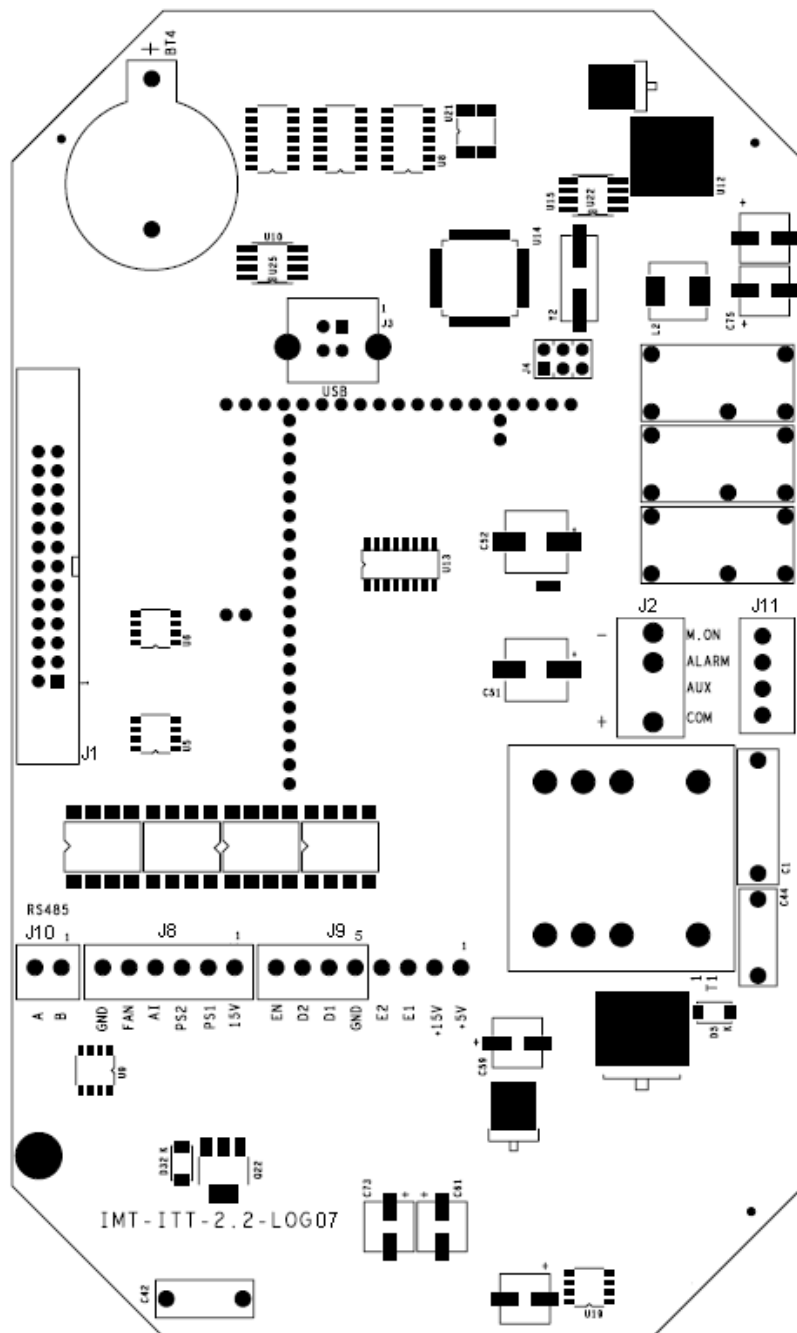
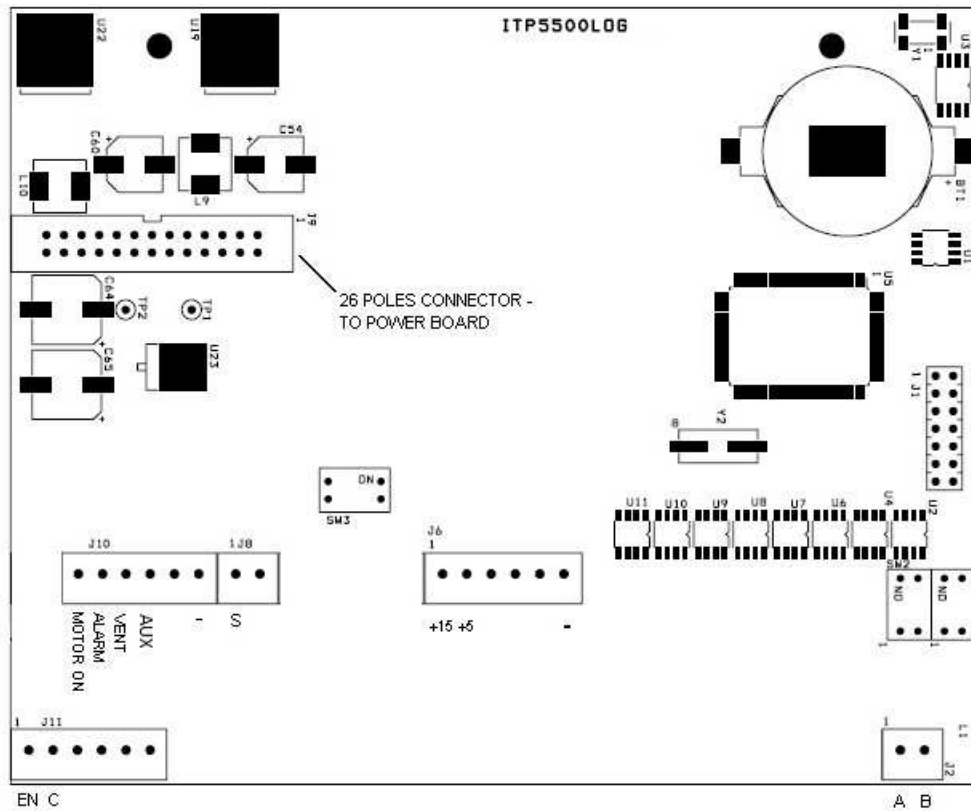

Figure 5 – Schéma plaque logique IMTP-ITTP 2.2
Figure 8: schéma plaque logique ITTP 4../7.5
- Si nécessaire, pour des raisons pratiques, débrancher les connecteurs sur les plaques logiques J1 (26 pôles) et J2 (3 pôles) pour IMTP2.2-ITTP2.2 (Figure 5) ou le connecteur J5 (26 pôles) pour ITTP4../7.5 (Figure 8);
- Optional 1 – Habilitation (enable) : brancher le contact normalement fermé (NC) du flotteur ou de la sonde de niveau entre les bornes EN (habilitation, pôle 8 de J9) et GND (commun, pôle 5 de J9) de la plaque logique de IMTP2.2-ITTP2.2 (figure 5) ou entre les bornes EN (pôle 1 de J11) et C (pôle 2 de J11) de la plaque logique de ITTP4../7.5 (figure 8), à la place du pont pré-monté;
- Optional 2 : Fonctionnement MASTER-SLAVE avec sériel RS485 : pour le fonctionnement en groupe avec plusieurs électropompes contrôlées par variateur brancher les deux fil de la sériel sur les bornes A et B du bornier J10 de la plaque logique IMTP2.2-ITTP2.2 (fig.5) ou bornier J2 de la plaque logique des ITTP4/7.5 (fig.8)
- Optional 3 : contact auxiliaire pour la deuxième pompe ON/OFF : pour IMTP-ITTP2.2 est présent un contact auxiliaire (3,4 de J11, AUX-COM, fig.5) qui se ferme, avec un délais de 3 secondes, lorsque la pression est inférieure au valeur de la pression de référence et au même moment la vitesse arrive à la vitesse maximum, ensuite ce contact rouvre lors que la pression devient supérieure du valeur de référence et le variateur mesure la condition du débit minimum d'arrêt ; ce relais a un contact 2 Ampere, 250Vac, et on peut l'utiliser pour commander un relais ou télérupteur d'actionnement d'une éventuelle pompe auxiliaire ON/OFF ;
Attention : la bobine du relais ou du télerupteur à laquelle est branché en série le susmentionnée contact doit être alimenté à une tension qui ne doit pas être supérieur à 250Vac ; ce contact est actif lorsque le type de fonctionnement est en modalité variateur individuel (pression). Pour ITTP4.0/./7.5 est présent une sortie 12Vdc-100mA max sur les pôles marqués avec AUX et “-” de J10 (fig.8) à laquelle il est possible brancher la bobine à 12Vdc d’un relais pour commander une deuxième pompe auxiliaire ON/OFF, avec la même logique d’insertion et déconnexion décrite ci-dessus pour les modèles 2.2kW ;
- Optional 5 : pour IMTP-ITTP2.2 est présent un contact de sortie du relais (1, 4 di J11, MOT.ON-COM, fig.5) 2Ampere – 250Vac max. qui se ferme lorsque le moteur tourne. Pour ITTP4.0-5.5-7.5 entre les contacts MOTOR ON et “-” di J10 (fig.8) est présent un signal 12Vdc 100mA max. actif lorsque le moteur tourne ;
- Optional 6 : pour IMTP-ITTP2.2 est présent un contact de sortie du relais (2, 4 di J11 fig.5, ALARM-COM) 2 Ampere – 250Vac max. qui se ferme en présence d’une condition d’alarme ; pour ITTP4.0-5.5-7.5 entre les contacts ALARM et “-” di J10 (fig.8) est présent un signal 12Vdc 100mA max. actif en présence d’une condition d’alarme ;
- Optional 7 : pour IMTP-ITTP2.2 on peut alimenter un ventilateur externe à 12Vdc - 200mA max. en le branchant entre les pôles 5 e 6 di J8 (FAN-GND, fig.5); pour ITTP4-5.5-7.5 on peut alimenter un ventilateur auxiliaire 12Vdc - 200mA max. en la branchant entre les contacts VENT et “-” de J10 (fig. 8);
- Rebrancher les connecteurs J1 e J2 pour IMTP-ITTP2.2 (fig. 5) et J9 pour ITTP4/./7.5 (fig. 8) si précédemment débranché, en s’assurant qu’ils soient solidement fixés, sans oublier l’appropriée crochet métallique sur le connecteur J9 de ITTP4/./7.5 (fig.8);
1. Brancher entre tous les variateurs un cable de signal bi-pôles pour sériel RS485 en respectant les polarités A et B (borne J10 de Fig.5 et J2 de Fig. 8) ;